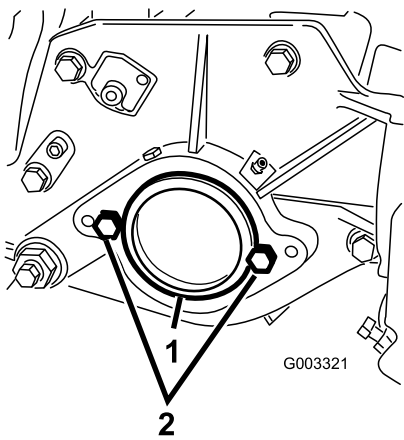

图7
2. 在滚刀组右侧、从轴承座中取下塑料盖图7。
3. 从右侧板卸下 2 个螺栓图7。
5. 将 2 个滚刀马达安装螺栓宽松地安装至滚刀组左侧板图7。